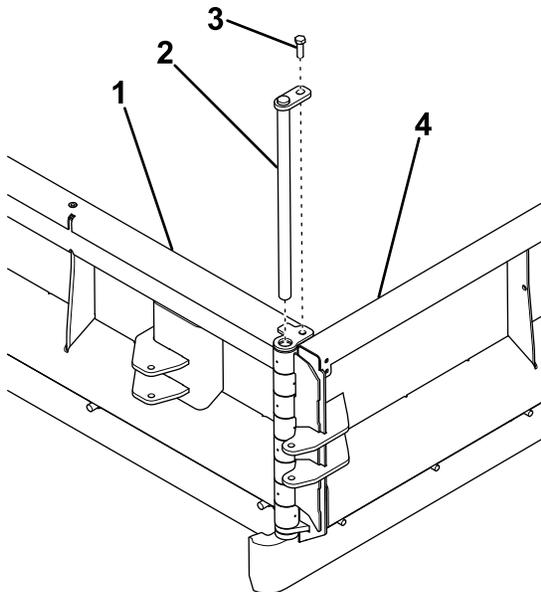

Figura 4
1. Entrelace las bisagras de la pala central y las aletas, asegurándose de que las cuchillas estén al mismo nivel (**Figura 4**).
2. Una las bisagras introduciendo el pasador desde arriba por el centro de la bisagra (**Figura 4**).
3. Sujete el pasador de la bisagra a la pala central con un perno ($\frac{1}{2}$ " x $1\frac{1}{2}$ "") y una contratuerca (**Figura 4**).